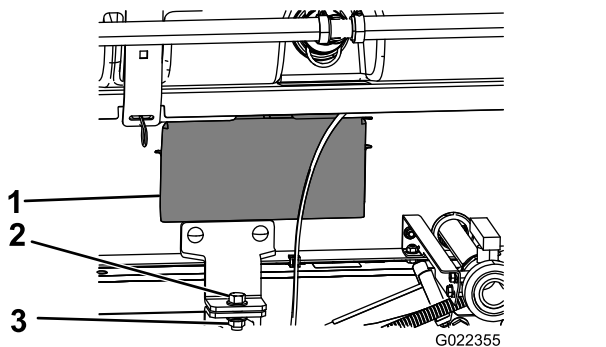

Figura 34
5. Îndepărtai panourile de acces de pe ambele părți ale saniei cadrului (Figura 34).
8. Fixai suportul de fixare al ansamblului saniei rezorului la suportul platformei de pe cadru de pe fiecare parte a mainii cu un urub ($\frac{1}{2} \times \frac{1}{2}$ ") i o contrapiuliă ($\frac{1}{2}$ ") aa cum este indicat în Figura 34.